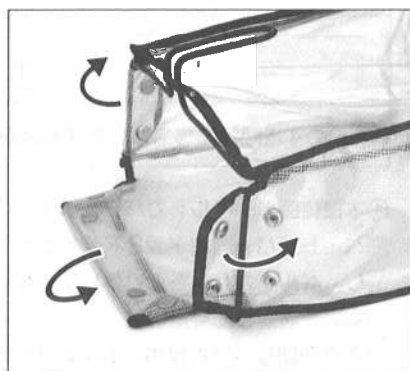

図7
- ②フレーム枠を巻き込んで、左右底面のホックを止めてください。(図7参照)